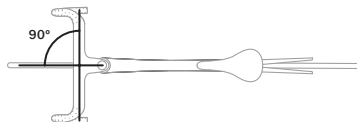

Figura 1.6: Corretto allineamento tra manubrio e sella.
- Verificare che il manubrio sia a 90 gradi rispetto alla ruota (Figura 1.6).
- Verificare che la sella sia in asse con il centro della bici (Figura 1.6).